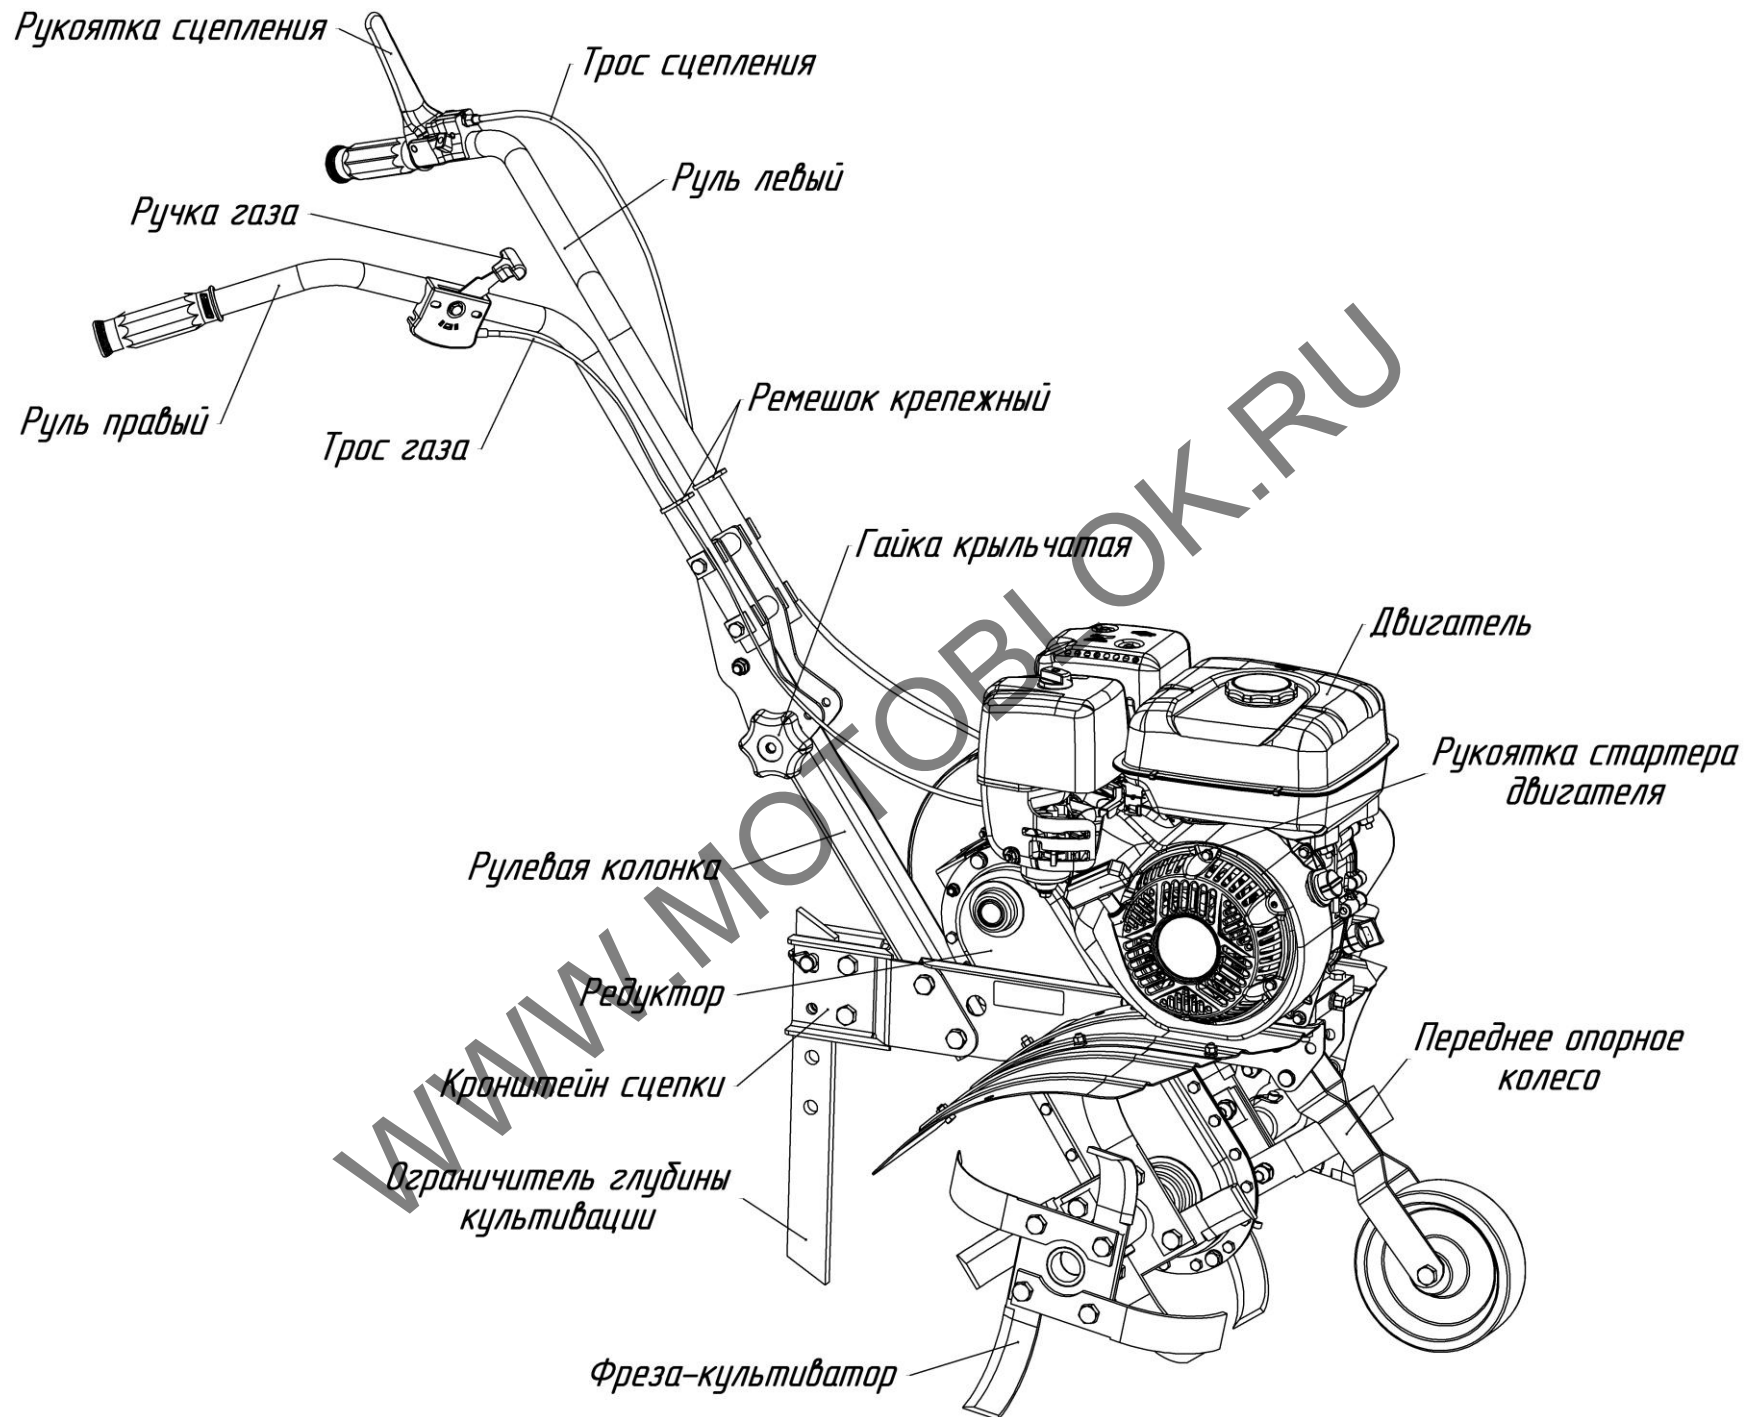

Рис.1 Общий вид мотокультиватора МК70 (вид справа)
МК70 (рис.1, 2) – это одноосный универсальный силовой агрегат, предназначенный для работы с фрезами-культиваторами, состоящий из:
**Ручка газа** (рис.1, 3) – расположена на правой рукоятке руля, предназначена для управления положением дроссельной заслонки двигателя и его остановки. Перемещение ручки от себя – увеличение оборотов двигателя, на себя – снижение оборотов и остановка двигателя.
**Рукоятка сцепления** (рис.1, 4) – расположена на левой рукоятке руля, предназначена для включения/выключения сцепления.